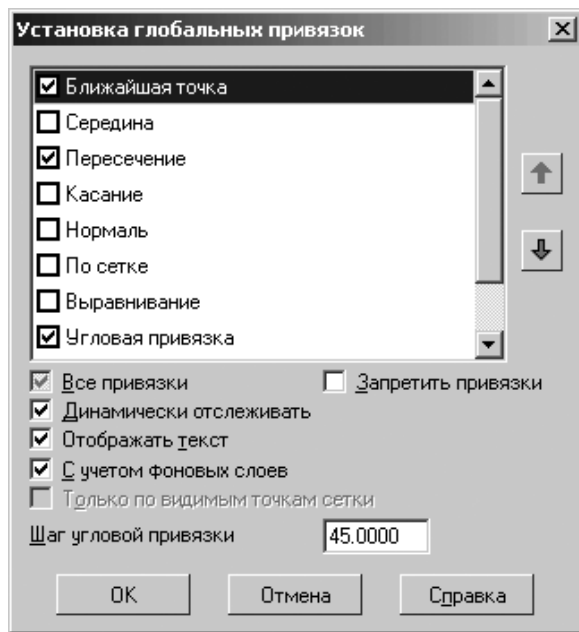

Рис. 2.31. Диалоговое окно **Установка глобальных привязок**
- щелкните на панели инструментов **Текущее состояние** по кнопке  – **Установка глобальных привязок**. Появится диалоговое окно **Установка глобальных привязок**, показанное на рис. 2.31;